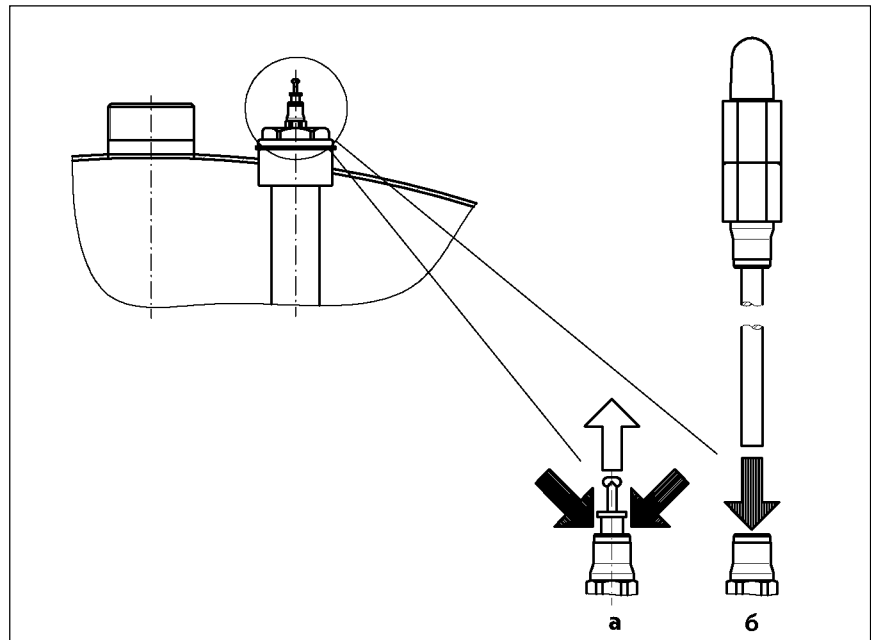

Рис.6
- Вынуть красную заглушку, одновременно надавливая вниз зажимное кольцо, см. рис. 6 а.
- Открытый конец трубки индикатора вставить до упора, рис. 6 б.